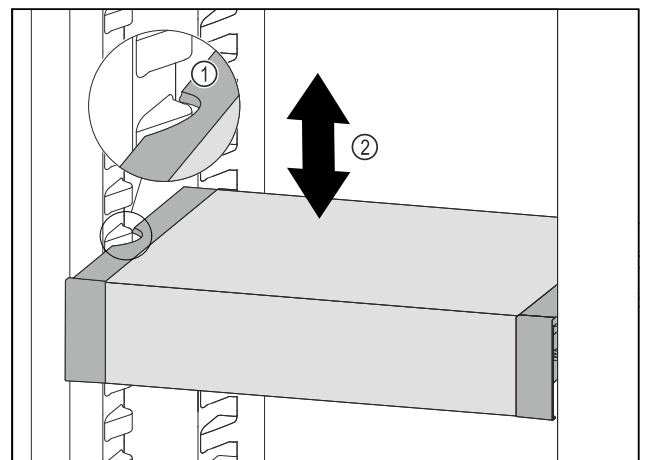

Fig. 146
- Húzza előrefelé a VarioSafe fiókot annyira, hogy a VarioSafe oldalsó kivágásai a hűtőrészben a tartóborda magasságában legyenek. Fig. 146 (1)
- A hűtőrészben a VarioSafe fiókot mozgassa felfelé vagy lefelé a kívánt magasság eléréséig. Fig. 146 (2)